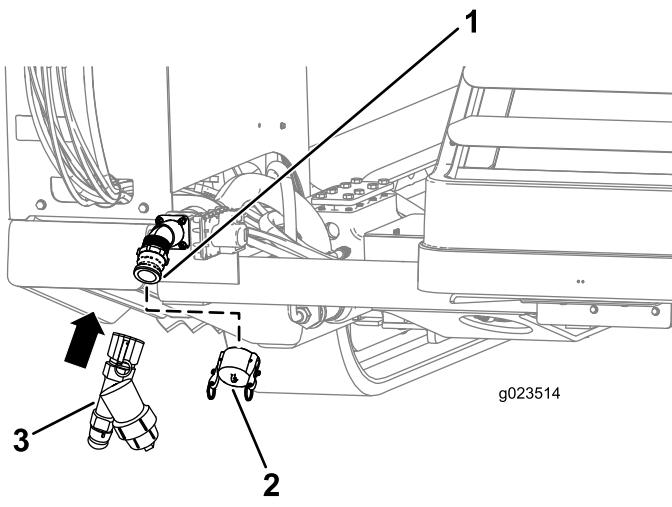

Figura 77
1. Retire el tapón de la entrada de la bomba (Figura 77).
2. Alinee el filtro en Y con la rosca de la bomba (Figura 77).